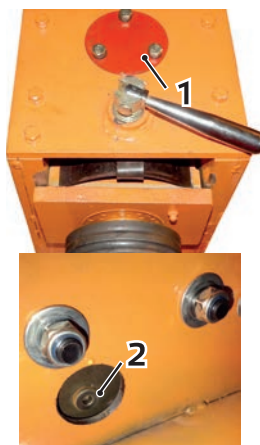

Рис. 21
1. Снимите крышку маслосливного отверстия 1 (Рис. 21).